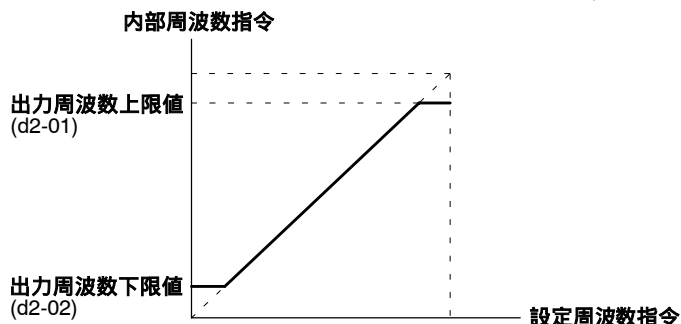

図7.30 周波数指令リミットの上・下限値
- 周波数指令リミットの上・下限値を図7.30 に示します。